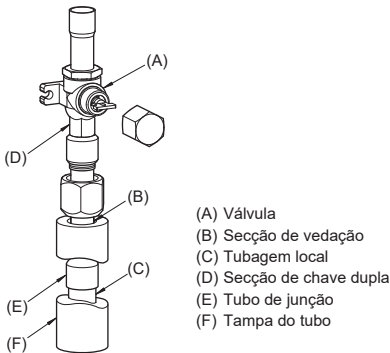

Fig. 4-3
(3) Utilize o seguinte procedimento para ligar a tubagem do lado do gás. (Fig. 4-3)